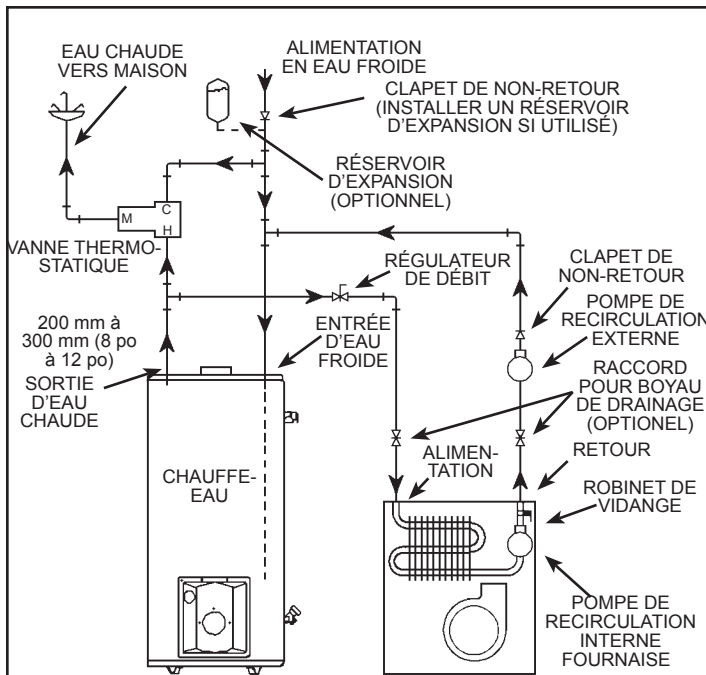
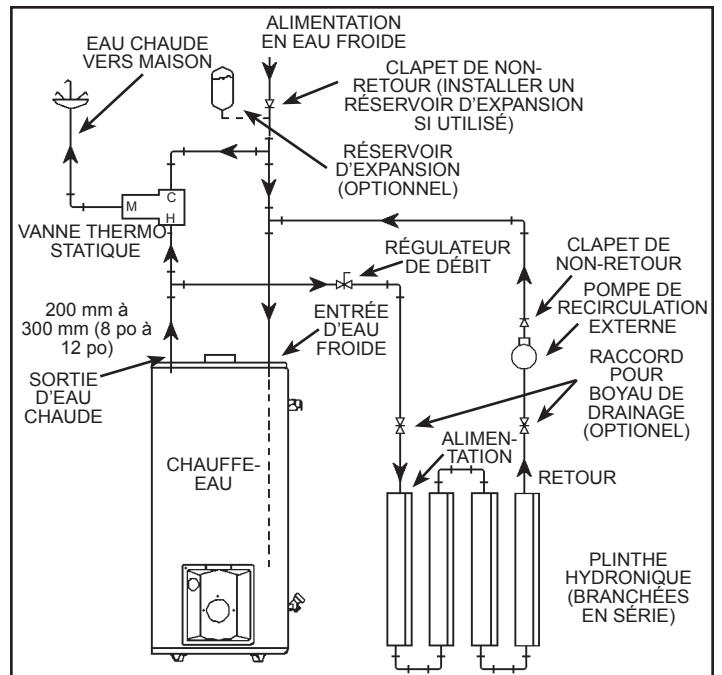

Figure 17. Chauffage combiné, échangeur de chaleur
Figure 19. Chauffage combiné, boucle de chauffage (plancher)
8. Les systèmes de chauffage combiné fonctionnent à une température plus élevée que les systèmes réguliers. Dans ce cas, il faut prendre certaines précautions, comme installer une vanne thermostatique sur la canalisation d'alimentation en eau chaude, afin de réduire la température de l'eau du système et ainsi réduire les risques d'ébullition (voir Figure 17 à Figure 19).
1. Une fournaise munie d'un échangeur d'air approprié (Figure 17).
3. Une boucle de chauffage de chauffage radiant (Figure 19).